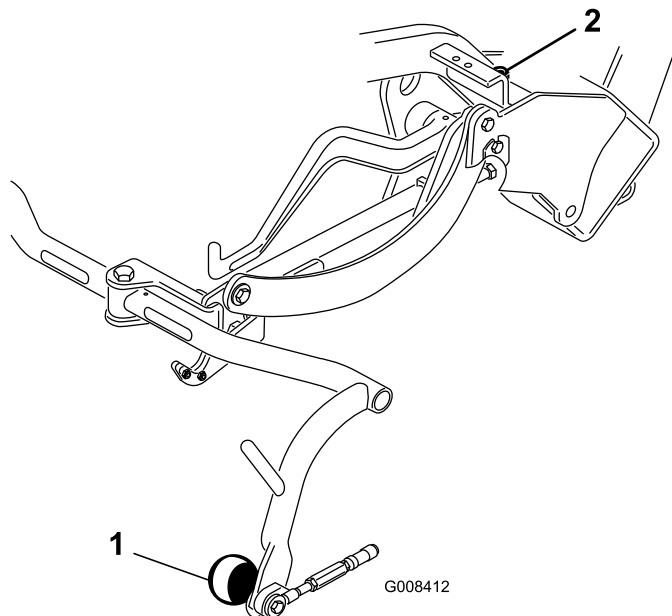

図 9
3. 調整が必要な場合には、キャリアフレームのストップねじ図 9 についているジャムナットをゆるめ、ストップねじの高さを変えてキャリアフレームの高さを調整する。調整ができればジャムナットを締めて調整を固定する。